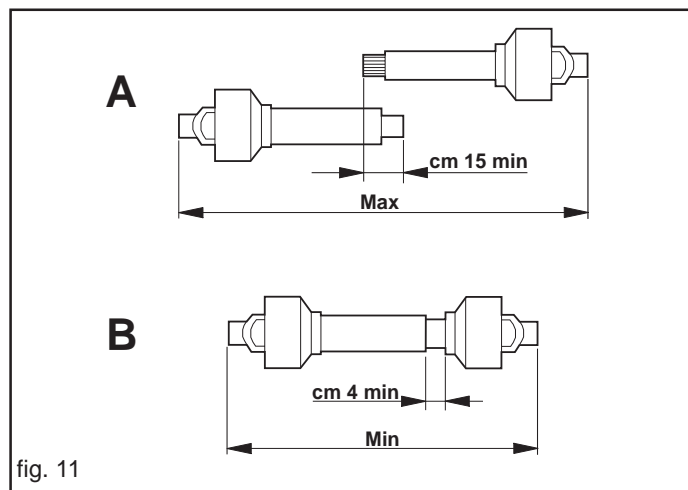

fig. 11
- Cuando el árbol cardán se encuentra totalmente afuera, los dos tubos tienen que superponerse por lo menos de 15 centímetros (A Fig. 11). Mientras cuando este se encuentra insertado al máximo, el yugo mínimo permitido es de 4 centímetros (B Fig. 11).